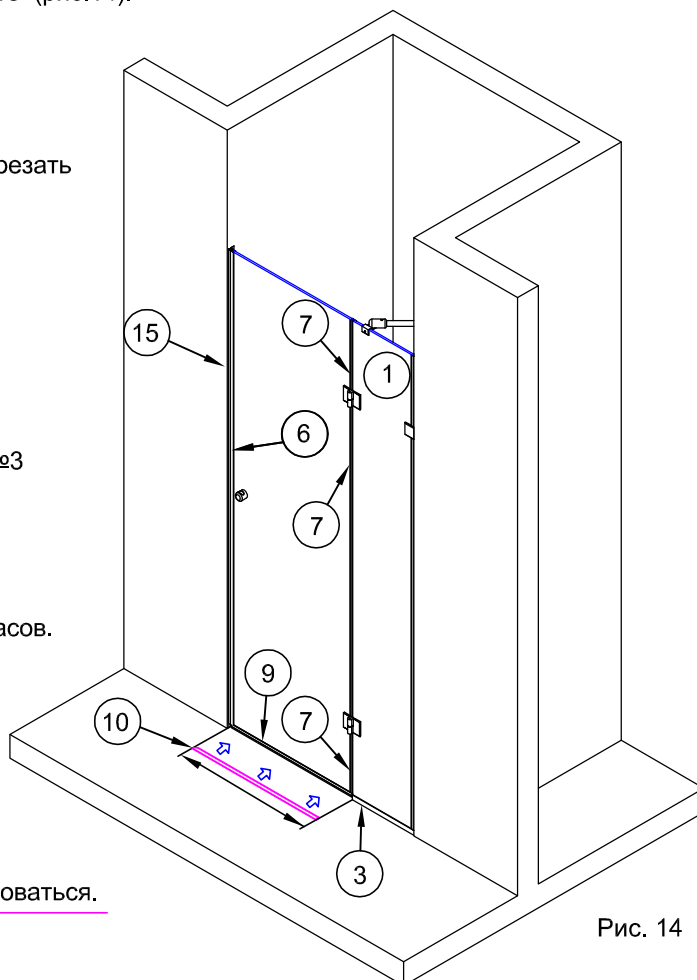

Рис. 14
6.1. Установить уплотнитель с отливом №9 на нижний торец стекла дверей. Правый торец прилегает к торцу профиля №3, левый - подрезать для прилегания к магнитной планке №15 (рис.14). Отлив уплотнителя - в середину кабины.
6.2. Установить уплотнитель №7 на торец панели №1 со стороны петель (рис.14). Каждый отрезок необходимо подрезать для плотного прилегания к петлям и уплотнителю №9.
6.3. Установить на левый торец двери №2 магнитный уплотнитель №6 (рис.14). Нижний торец уплотнителя должен прилегать к уплотнителю №9 на двери (рис.14).
6.4. Заготовку порожка обрезать в размер от профиля №3 до магнитной планки. Полученный порожек №10 приклеить до пола силиконовым герметиком (рис.14).